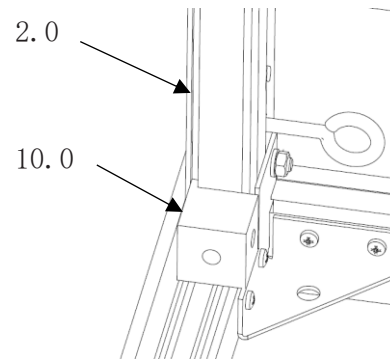

Abb. 41
- die Feder vom Klemmklotz (**Pos. 10.0**) wird in die Nut des Randsprossenbogens (**Pos. 2.0**) gesteckt. (Abb. 41)